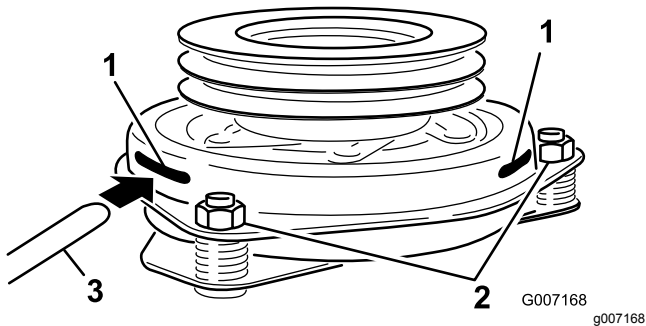

**Figura 55**
6. Desenchufe el conector eléctrico del embrague (Figura 55).
7. Retire los pernos que sujetan la correa de goma del embrague al bastidor del cortacésped (Figura 55).
8. Retire el perno central que sujeta el embrague al eje del motor, y retire el embrague y la chaveta (Figura 55).
15. Sujetando el cigüeñal en la parte trasera de la máquina, instale el perno central y apriételo a 68 N·m (Figura 55).
16. Instale la correa de goma del embrague al bastidor del cortacésped con los dos pernos y tuercas que se retiraron anteriormente (Figura 55).
18. Enchufe el conector eléctrico del embrague (Figura 55).